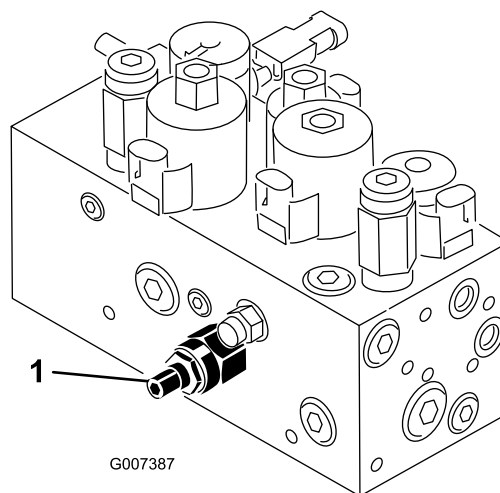

Figura 56
Il circuito di sollevamento/abbassamento degli apparati di taglio della macchina è dotato di una valvola di regolazione del flusso (Figura 56). Questa valvola viene preregolata in fabbrica con un'apertura di 3 giri circa, ma è talvolta necessario regolarla per compensare i dislivelli delle temperature dell'olio idraulico, delle velocità di tosatura, ecc. Se necessario, regolate come segue:
- Alzate il sedile e individuate la valvola di regolazione del flusso per il telaio di trazione centrale (Figura 56), situata accanto al collettore idraulico.